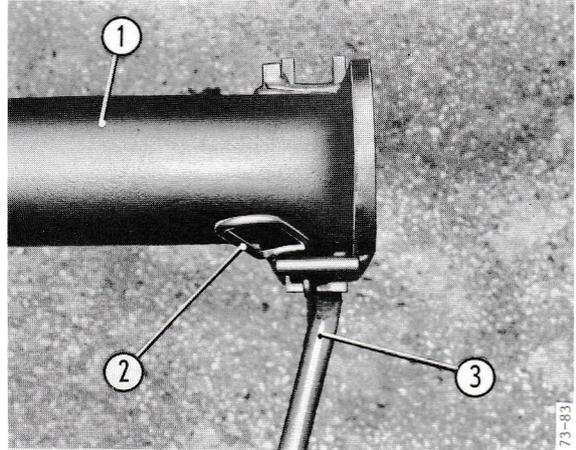

Figure 18 - Poignée de verrouillage en position libre
- 2 - La manette de sélecteur étant en contrôle de position (figure 16), relever l'instrument à l'aide de la manette du système hydraulique et tirer les poignées de blocage 2 figure 18 vers le haut. Les placer en position déverrouillée.